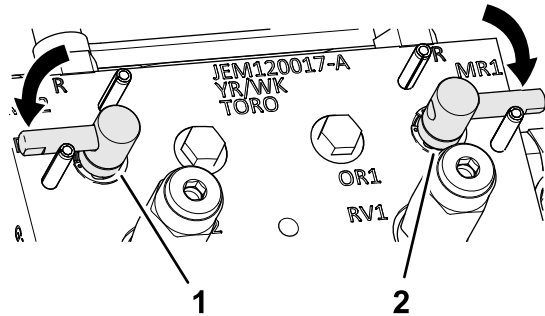

Figure 118
3. Tournez les leviers de rodage à la position F (tonte) (Figure 118).